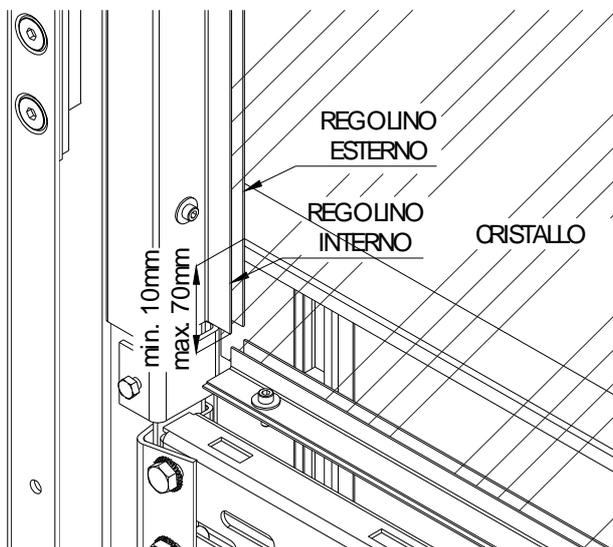

Fig. 21.3
- ✓ I regolini verticali vengono forniti di lunghezza superiore. Quando si è certi della distanza tra la traversa successiva e l'inquadramento si devono tagliare rispettando la quota di sormonto con l'architrave come indicato in Fig. 21.3